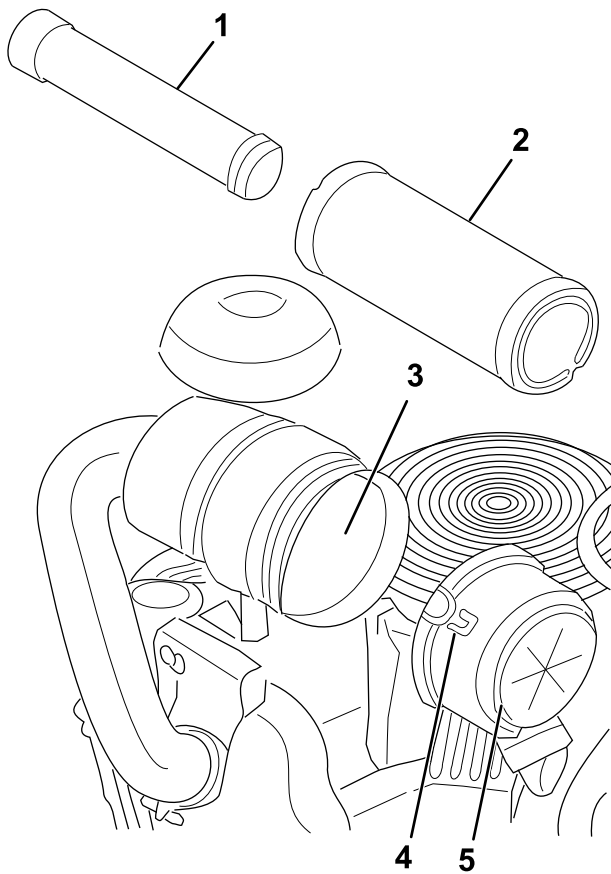

Figure 43
3. Ouvrez les dispositifs de verrouillage du filtre à air et détachez le couvercle du boîtier du filtre (Figure 43).
- Sortez le préfiltre du boîtier du filtre avec précaution (Figure 43).
- Si vous remplacez l'élément intérieur, insérez-le avec précaution dans le boîtier du filtre (Figure 43).
- Placez ensuite le préfiltre sur l'élément de sécurité avec le même soin (Figure 43).
- Remettez en place et verrouillez le couvercle du filtre à air (Figure 43).